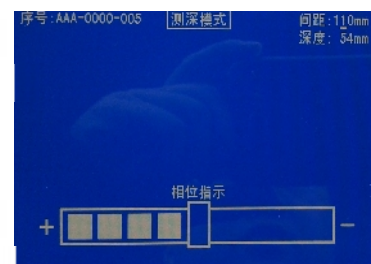

图6
2.3 测试结果：找到临界点后停止移动探头T, R。用卷尺测量这时探头T, R的中心距离，通过键盘将该数值以mm为单位输入到“间距”栏中，在“深度”栏中会自动计算得出裂缝深度值（如图6）。